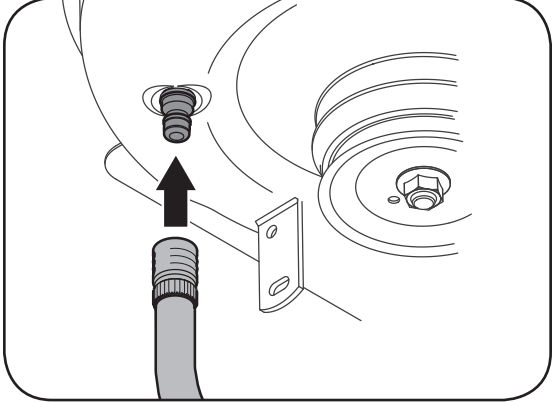

Figure 5-3
3. Attachez le raccord pour boyau d'arrosage à l'orifice aménagé sur la surface du plateau de coupe. Voir la Figure 5-3.